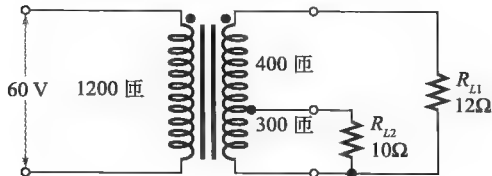

图 14-57
39. 对于图 14-57 中的带负载二次抽头变压器, 求下列各量: